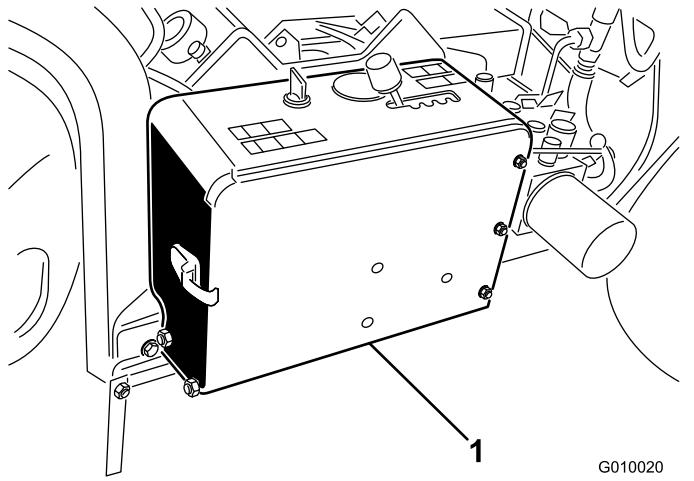

Figure 51
1. Déverrouillez et ouvrez le couvercle du compartiment de la batterie (Figure 51).